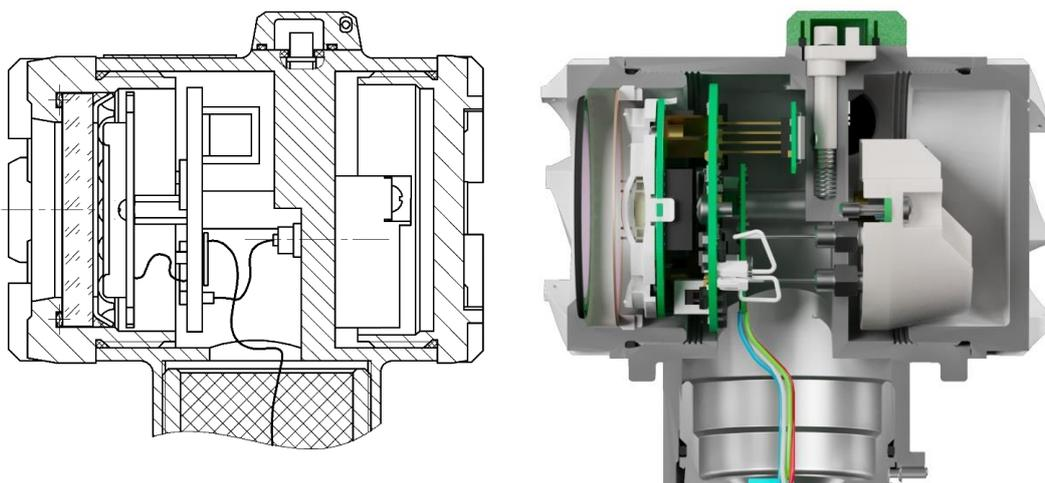

Рисунок 4.2 – Устройство двухсекционного корпуса
2.3.5 Корпус электронного преобразователя двухсекционный (рисунок 4.2). Внутреннее пространство корпуса датчика разделено на два герметичных отсека. В одном отсеке устанавливается клеммная колодка, в другом электронная плата и модуль ЖКИ. Электронные компоненты не подвергаются воздействию окружающей среды при монтажных работах или разгерметизации кабельного ввода. Клеммная колодка может быть заменена в случае неисправности. В стандартном исполнении корпус выполнен из алюминиевого сплава АК12, наружная поверхность защищена полиэфирным покрытием, также доступно исполнение корпуса из нержавеющей стали 316L. Материал деталей корпуса – нержавеющая сталь AISI 316.